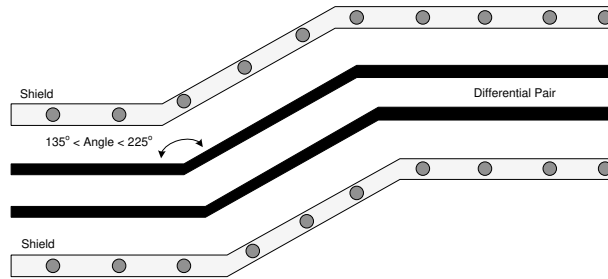

图 9-13. FPD-Link 布线示例
- 确保与差分信号对相关的弯曲角度在 135° 和 225° 之间 (请参阅图 9-13)。